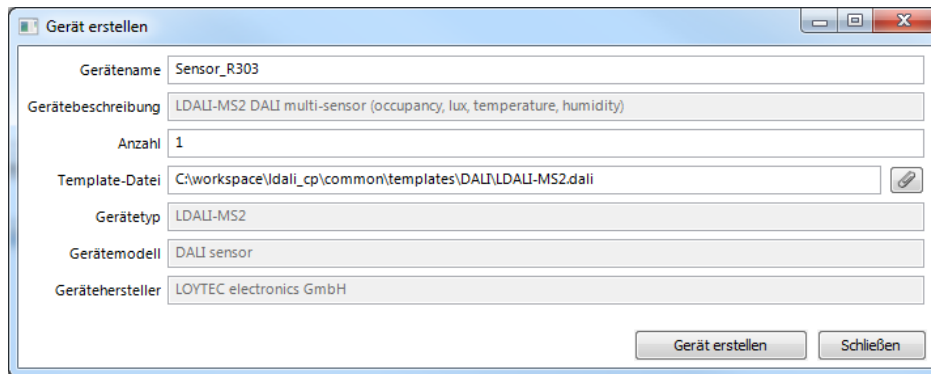

Abbildung 217: Dialog zum Erstellen von DALI-Geräten
3. Im Dialog **Gerät erstellen** geben Sie einen Gerätenamen und die Anzahl der zu erstellenden Geräte ein, wie in Abbildung 217 gezeigt.